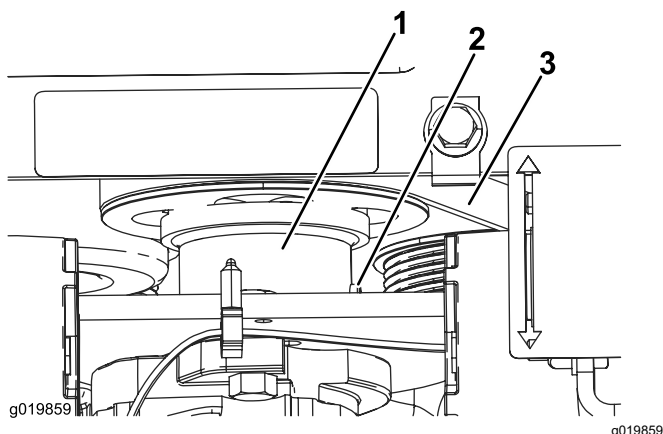

Figure 51
5. Desserrez la vis sur le coupleur d'entraînement de la pompe à engrenages (Figure 51).